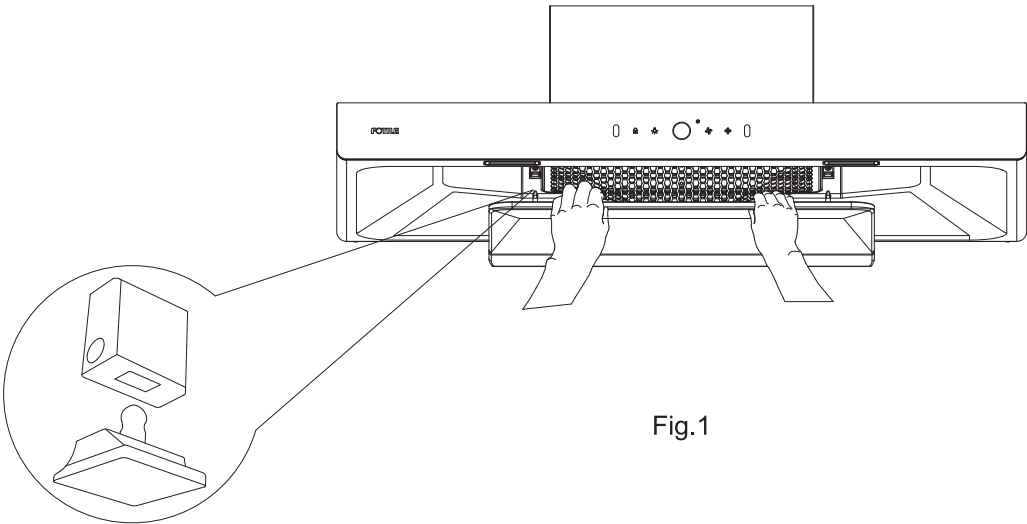
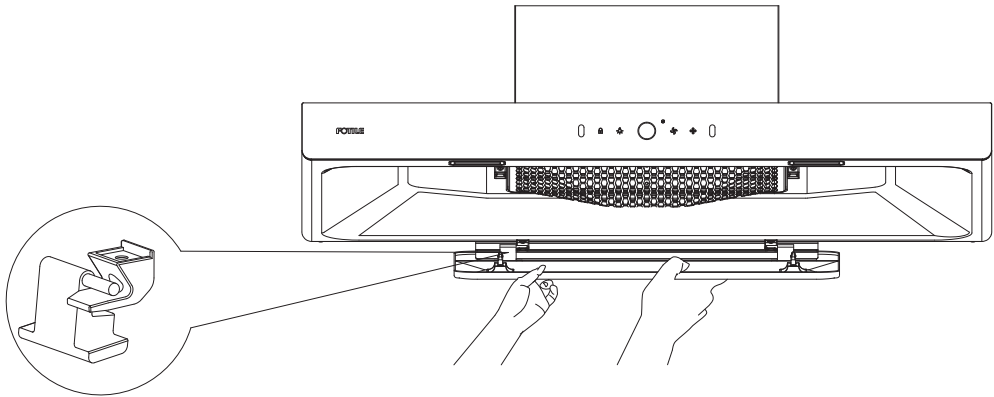

Fig.1
Fig.2
1. 首先，用雙手抓住蝶翼板前沿，向下翻轉，使蝶翼板卡扣脫離（見Fig.1），然后向下翻轉一定角度，最后雙手平端着蝶翼板向外取出（見Fig.2）；
1. 首先，取下蝶翼板（見Fig.1和Fig.2）；